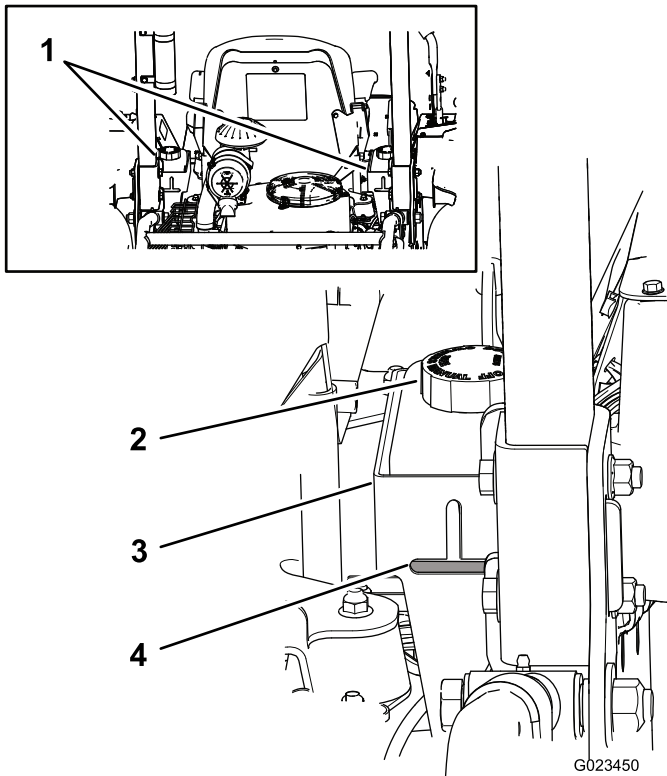

Figura 18
Os reservatórios da máquina são cheios na fábrica com fluido hidráulico de alta qualidade. A melhor altura para verificar o fluido hidráulico é quando o fluido está frio. A máquina deve estar na configuração de transporte. Se o nível do fluido estiver abaixo da parte superior da parte horizontal da janela de visualização na traseira dos reservatórios hidráulicos (Figura 18), adicione óleo até que fique num nível aceitável.
Nota: O nível do fluido deve estar na parte inferior de cada uma das aberturas, conforme indicado na Figura 18.
- A. Limpe a área em torno das tampas dos depósitos do fluido para evitar que entrem detritos no sistema (Figura 18).